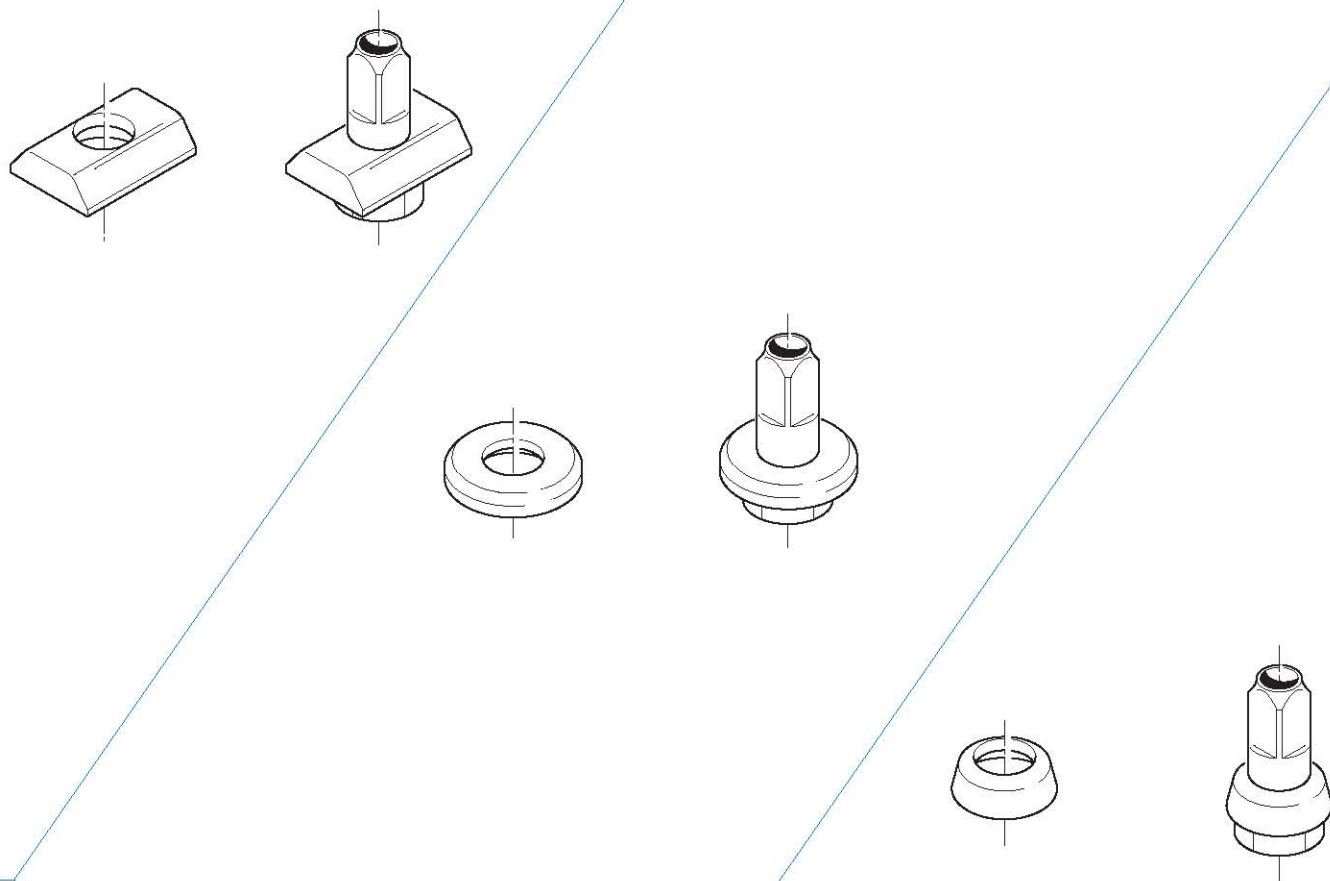

Fig. 28
- After lubricating the plates and washers, pre-assemble them with the nipples as indicated in figure 28 (except Bora wheels).
- Nach dem Einfetten der Plattchen oder Ringe, diese wie in Abbildung 28 zusammenfügen (Bora Laufräder ausgenommen).
- Après avoir lubrifié les plaquettes ou les rondelles, prémontez-les avec les écrous comme le montre la figure 28 (sauf pour les roues Bora).